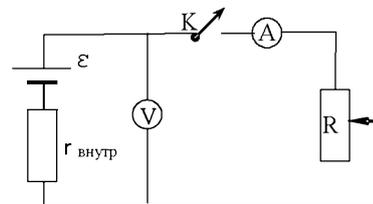

Рис. 1
1. Составьте цепь из батареи аккумуляторов  $\varepsilon$ , амперметра  $A$  (в диапазоне  $3A$ ), вольтметра  $V$ , реостата  $R$  и ключа, согласно схеме, изображенной на рис. 1.